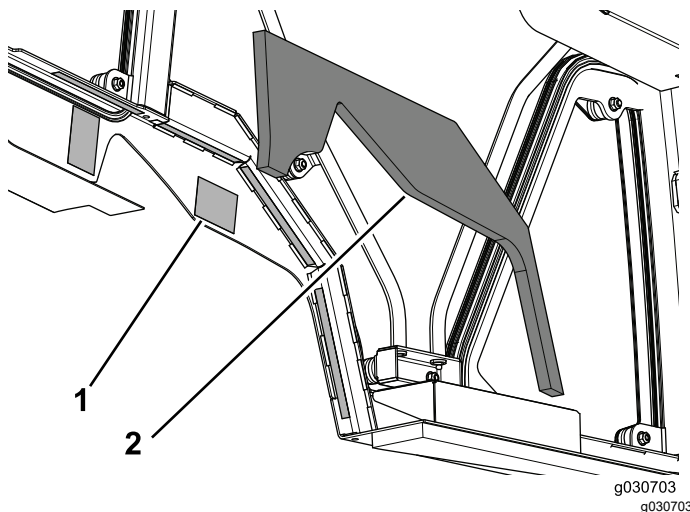

Figura 15
3. Retire el papel protector de la cinta de doble cara en ambos lados de la cabina (Figura 15).
4. Aplique la espuma izquierda del depósito a la cabina (Figura 15).